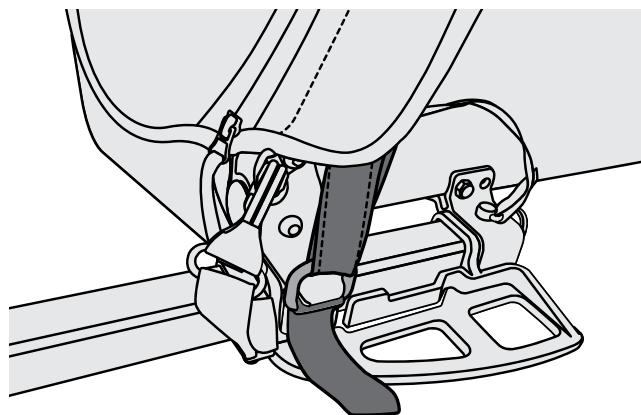

Figure 20
1. Faites glisser les anneaux en D du cache sur les angles à crochet des réceptacles de la barre de remorquage (Figure 20).